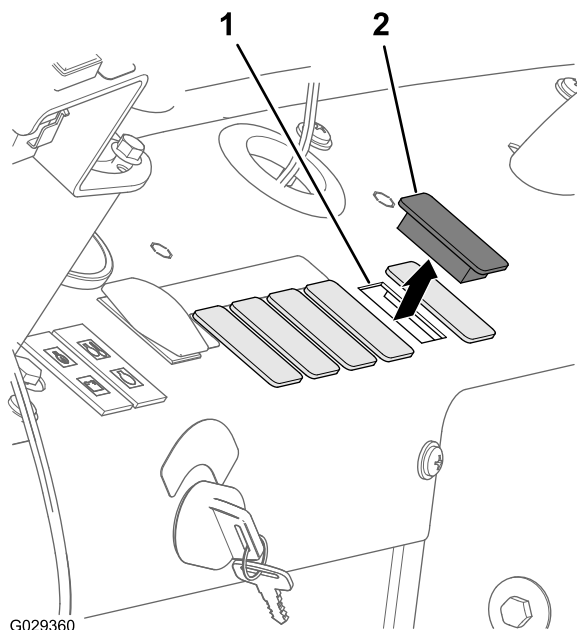
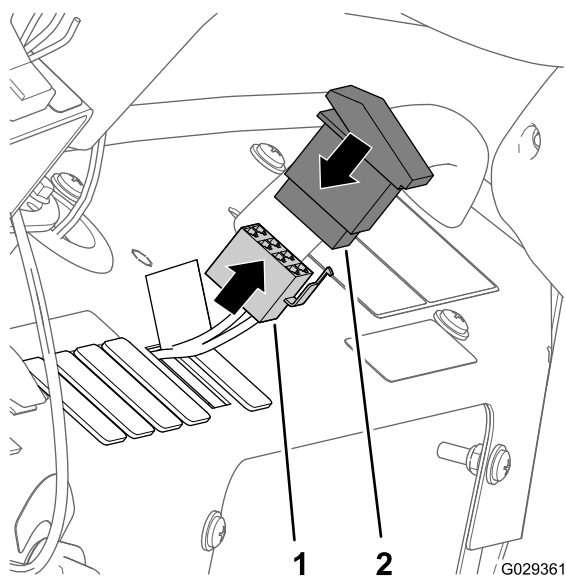

图27
图28
1. 拆下机器仪表板右边的第 5 个插头（图27）。
2. 将 8 插槽接头穿过仪表板上的开口，将接头（图28）连接至 2 位摇臂开关（压缩机打开/关闭开关）背面的插脚上。
3. 将开关安装到仪表板上，并按下开关，直到其牢固卡入开口（图27 和 图28）。